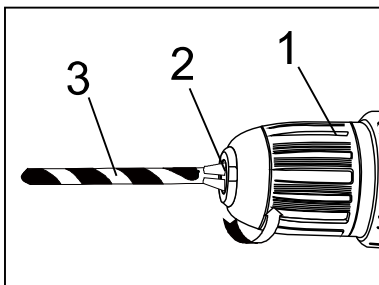

рис.8
Поверните гильзу патрона (1) в направлении по часовой стрелке, пока губки патрона (2) не сойдутся равномерно, и оснастка не будет надежно зажата (Рис. 8).